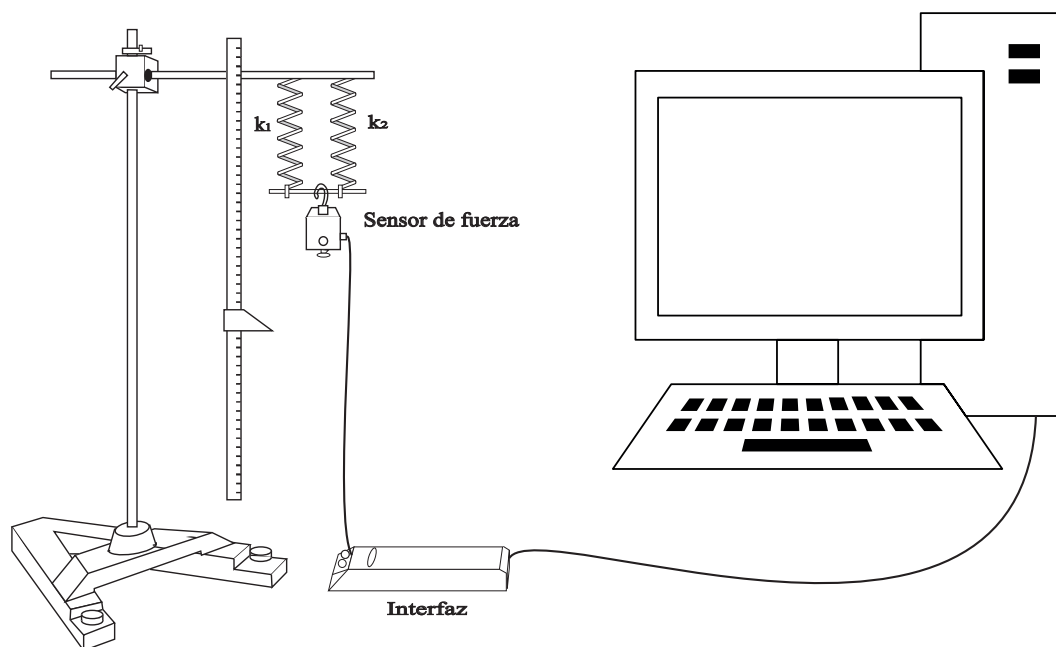

Figura 2.9: Combinación en paralelo de dos resortes de constantes k_1 y k_2
1. Colgar dos resortes (del mismo tamaño) en una misma varilla, asimismo, la parte inferior de los resortes debe estar sujetas a una varilla, ver Figura 2.9.